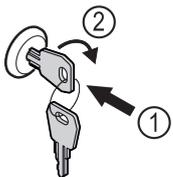

Fig. 170 Примерное изображение
- ▶ Вставьте ключ Fig. 170 (1).
- ▶ Поверните ключ на 90° по часовой стрелке Fig. 170 (2).